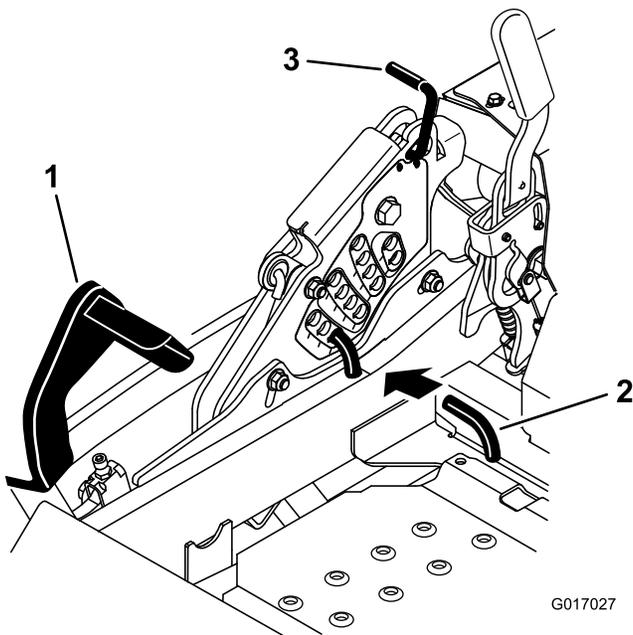

Figure 26
2. Appuyez sur la pédale de relevage du tablier avec le pied et relevez le tablier en position de transport (qui est aussi la position de hauteur de coupe de 140 mm [5-1/2 po]), comme montré à la Figure 26.
3. Pour changer de hauteur de coupe, retirez la goupille fendue et l'axe de chape du support de hauteur de coupe (Figure 26).
4. Placez la goupille dans le trou du support correspondant à la hauteur de coupe voulue (Figure 26).